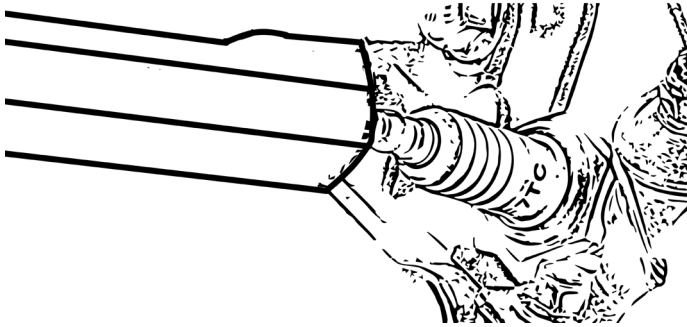

Figure 26
- Desserrez la bougie d'allumage à l'aide de la clé à bougie, fig. 26.